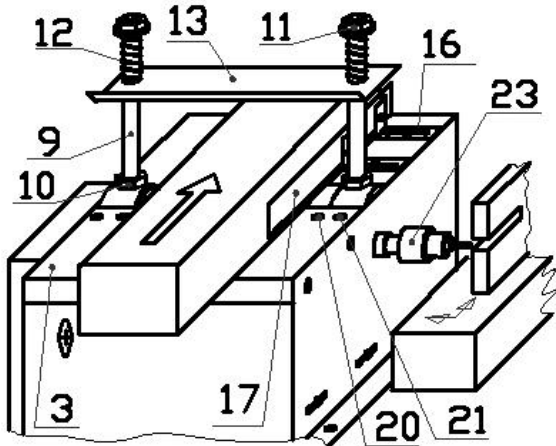

Рис. 5
- Поднять передний стол на 3 мм выше заднего стола винтами (п.20, 21 на Рис. 5, 6);
#### **4.3. Концевое фрезерование, сверление. (Рис. 5)**
Поднять передний стол (3) на 3 мм выше заднего стола винтами (поз.20, 21 на Рис.5, 6);
- Отрегулировать величину срезаемого слоя, для чего: отвернуть наружные винты (21) по краям переднего стола, ввернуть вниз или вывернуть вверх внутренние винты (20), после чего закрепить стол, снова зажав винты (21); **Не перетягивайте винты, чтобы не сорвать резьбу и не изогнуть стол.**
- Установить на задний стол (Рис.5, 6) регулировочные уголки (16) и направляющую линейку (17) (при строгании под углом – дополнительно установить угловую линейку (34));